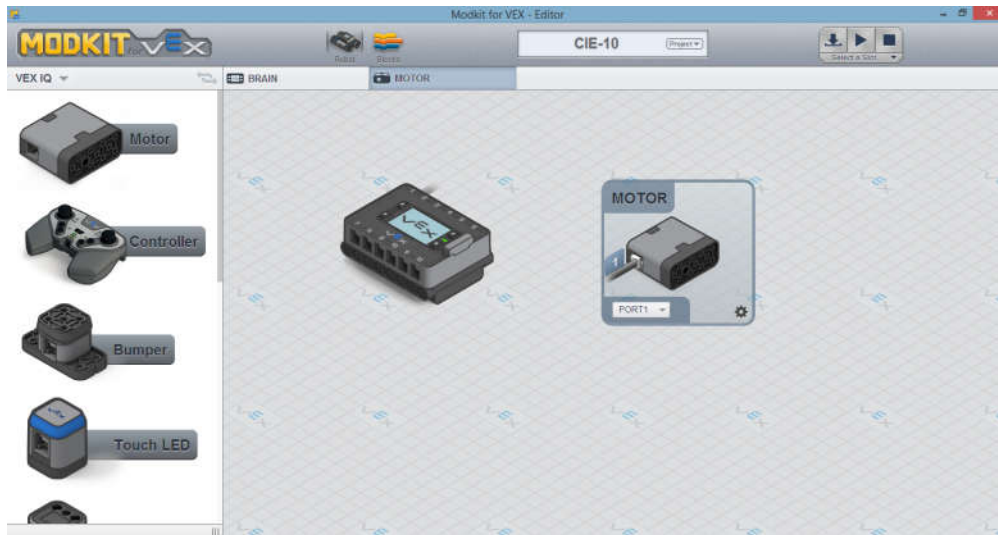

图 8 Modkit 界面
- 3) 打开程序：在电脑上打开需要下载的程序，进入如图 8 所示 Modkit 界面。（电脑上已安装 Modkit 软件）